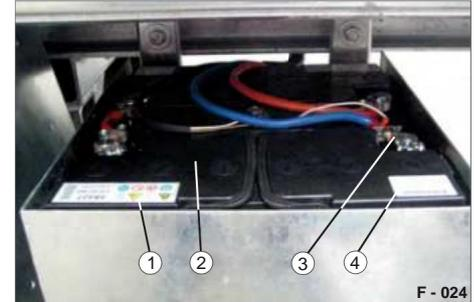

Abb. 45 Armadi per batterie ge'ffnet
- ÿ Controllare regolarmente la carica della batteria (Fig. 45/2).
Notare la data di fabbricazione (Fig. 45/4) delle batterie.